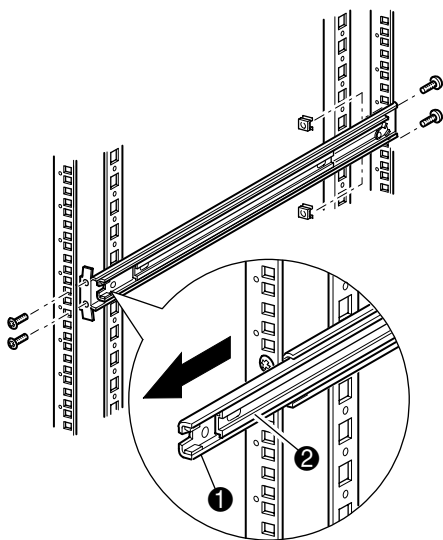

Figure 2-3. Installation des rails
2. Retirez le gabarit, puis fixez les rails à l'aide des attaches fournies (voir Figure 2-3). Les supports avant des rails sont préfiletés de façon à accueillir directement les vis. Les supports arrière, en revanche, ne sont pas filetés et nécessitent l'installation d'écrous-cages dans les montants arrière du rack Compaq.